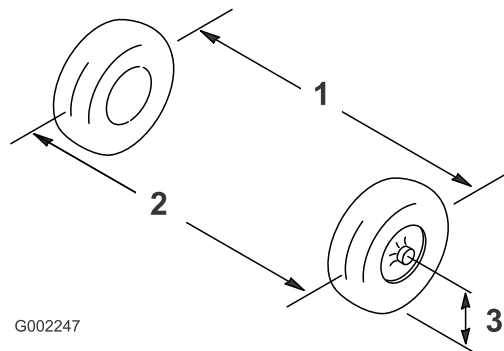

Figura 90
2. Mida la distancia entre los neumáticos delanteros a la altura del eje, en la parte delantera y trasera de las ruedas (Figura 90).